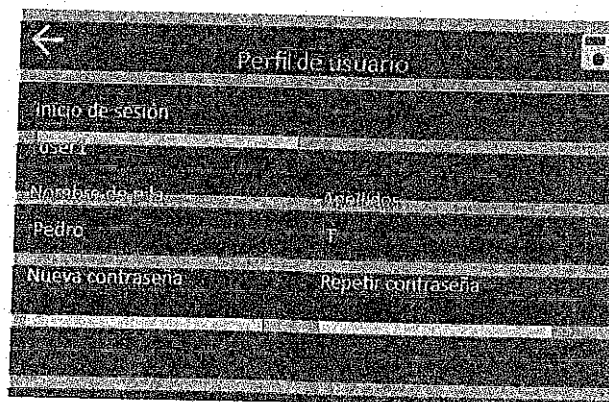

Figura 4. Cambio de contraseña.
-  Cambio de contraseña. Véanse Figura 4.